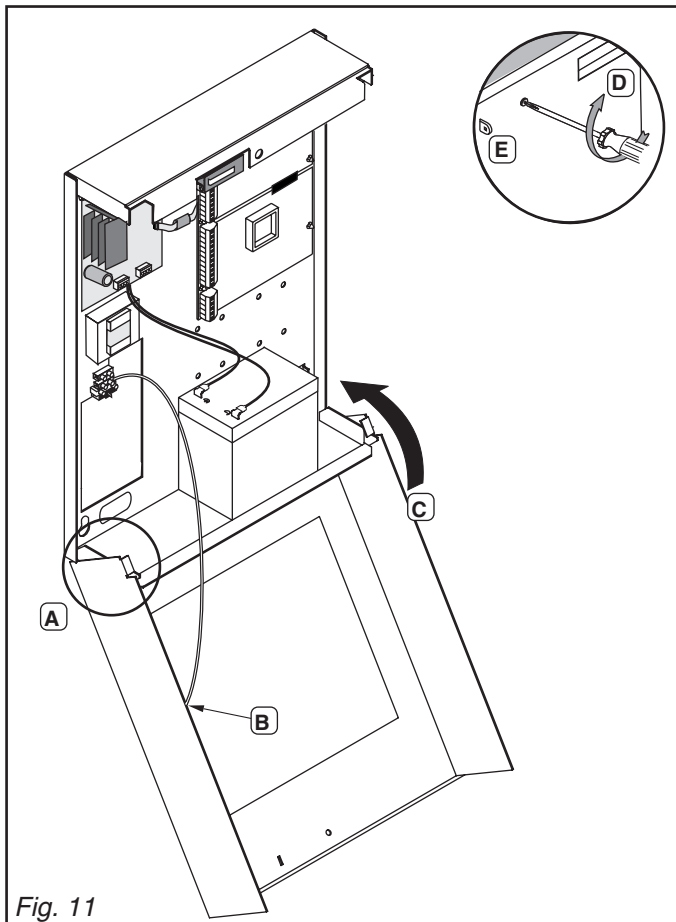

Fig. 11
6. Fermeture et plombage du boîtier (fig. 11)
- 1 - Accrocher le couvercle au support (A).
- 2 - Raccorder le câble de terre au couvercle (B).
- 3 - Soulever légèrement le couvercle, et le rabattre (C).
- 4 - Visser le couvercle (D).
- 5 - Utiliser l'oeillet pour le plombage (fil de plombage Ø 0,8 mm) (E).